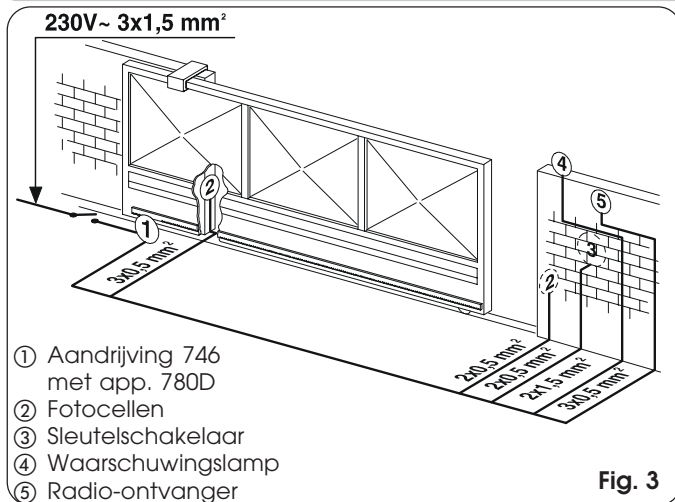

Fig. 3
- 4) Leg de elektriciteitskabels aan voor de verbinding met de accessoires en voor de elektrische voeding zoals op fig. 3.